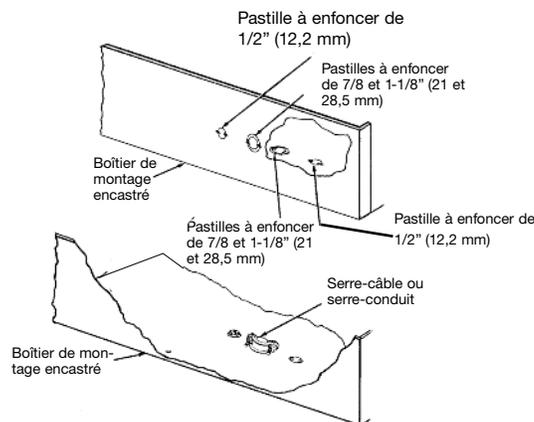

Figure 6
3. Enlevez le boîtier de montage encastré (Figure 6) du carton contenant l'enceinte de montage encastré, de type FIE-REB-N or FIE-REBNW-W.
4. Retirez l'une des ouvertures amovibles près de la vis de terre et installez un connecteur de câble ou de conduit (Figure 6).